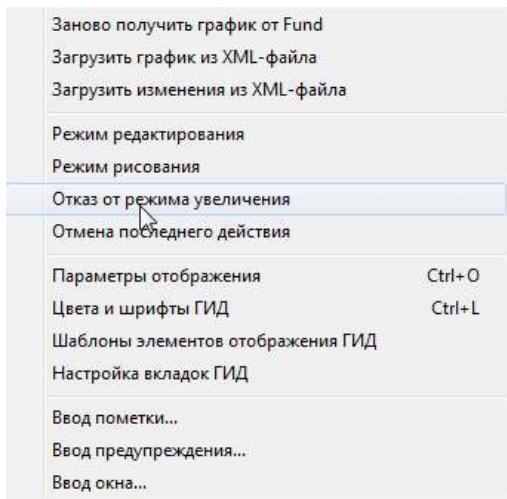

Рис.28. Появление пункта меню «Отказ от режима увеличения» после выбора «лупы».
5. При увеличении фрагмента графика автоматически нажимается кнопка «лупа» на панели инструментов. Во всплывающем меню для настройки отображения элементов поля ГИД появляется пункт «Отказ от режима увеличения» (см. рис. 28).